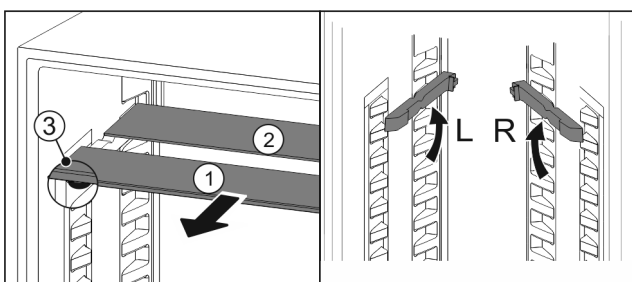

Fig. 99
- ▶ Glasplatten einzeln nach vorne herausziehen Fig. 99 (1).
- ▷ Glasplatte Fig. 99 (1) mit Zierleiste liegt vorne.
- ▷ Stopps Fig. 99 (3) zeigen nach unten.